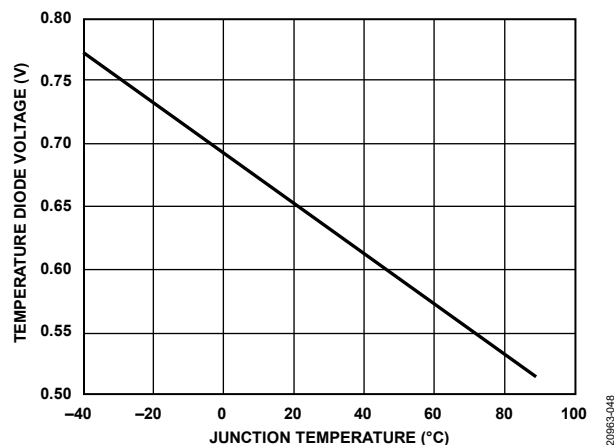

図 54. 温度ダイオードの電圧とジャンクション温度の関係
4. レジスタ 0x18E6 を 0x01 に設定して、中央にある温度ダイオードのうち、サイズが小さいほう（1 倍）のこの電圧エクスポートをオンにします。温度ダイオードの代表的な電圧応答を図 54 に示します。この電圧がダイ温度を表しますが、精度を向上させるために、2 個あるダイオードの両方の値を測定することを推奨します。